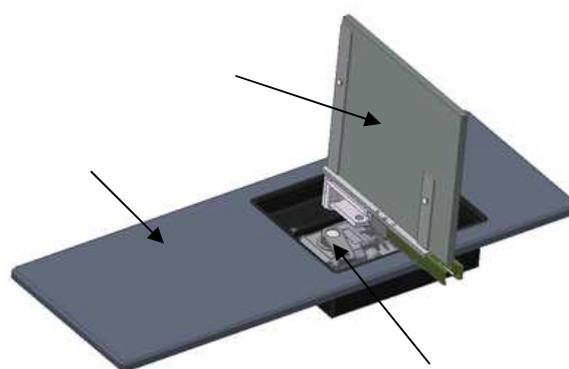

Fig. 3 : Composant « capot » masqué
**Q6 – Identifier** sur la figure 3 les trois éléments suivants : **sol** | **vantail** | **mécanisme**